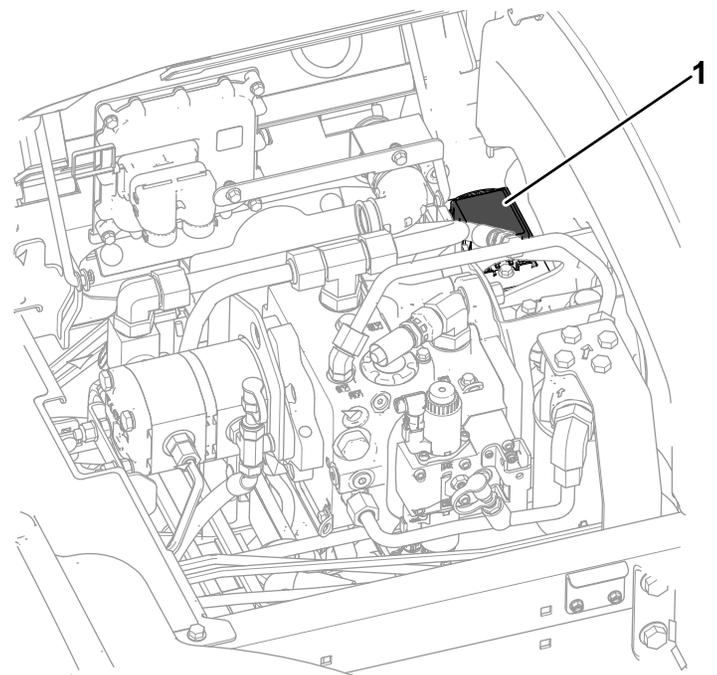

図 103
3. 切れているヒューズを交換する **図 103**。同じタイプ、同じ電流値のヒューズに交換すること。